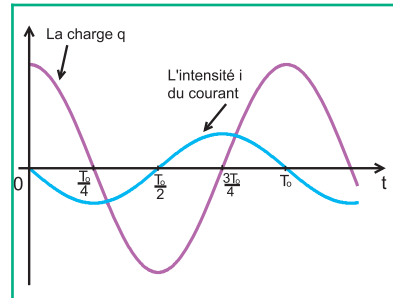

Fig.15 : Évolution temporelle de  $q$  et  $i$ .
Pour étudier l'évolution, au cours du temps, des énergies électrostatique  $E_C$  et magnétique  $E_L$ , il suffit de s'appuyer sur les courbes (1) et (2) représentant respectivement la charge  $q$  du condensateur et l'intensité  $i$  du courant circulant à travers la bobine, dans le cas où  $q = Q_m$  à  $t = 0$  ( Fig.15).